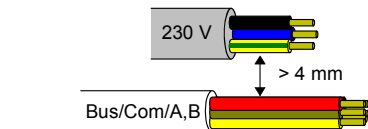

Bild2 / Figure 2
- Bei der Installation ist auf ausreichende Isolierung zwischen Netzspannung und Bus bzw. Nebstellen zu achten! Es ist ein Mindestabstand zwischen Bus-/Nebstellenleitungen und Netzspannungsleitungen von mindestens 4 mm einzuhalten. (siehe Bild 2)
- During installation, ensure adequate insulation between mains voltage and bus or extensions! A minimum spacing should be maintained between bus / extension cable cores and mains voltage cable cores of at least 4 mm. (cf. figure 2)